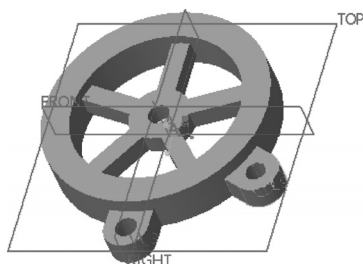

图 5-26 完成旋转移动
7) 在“移动(复制)”选项卡中单击  (完成) 按钮, 完成旋转移动的模型效果如图 5-26 所示。